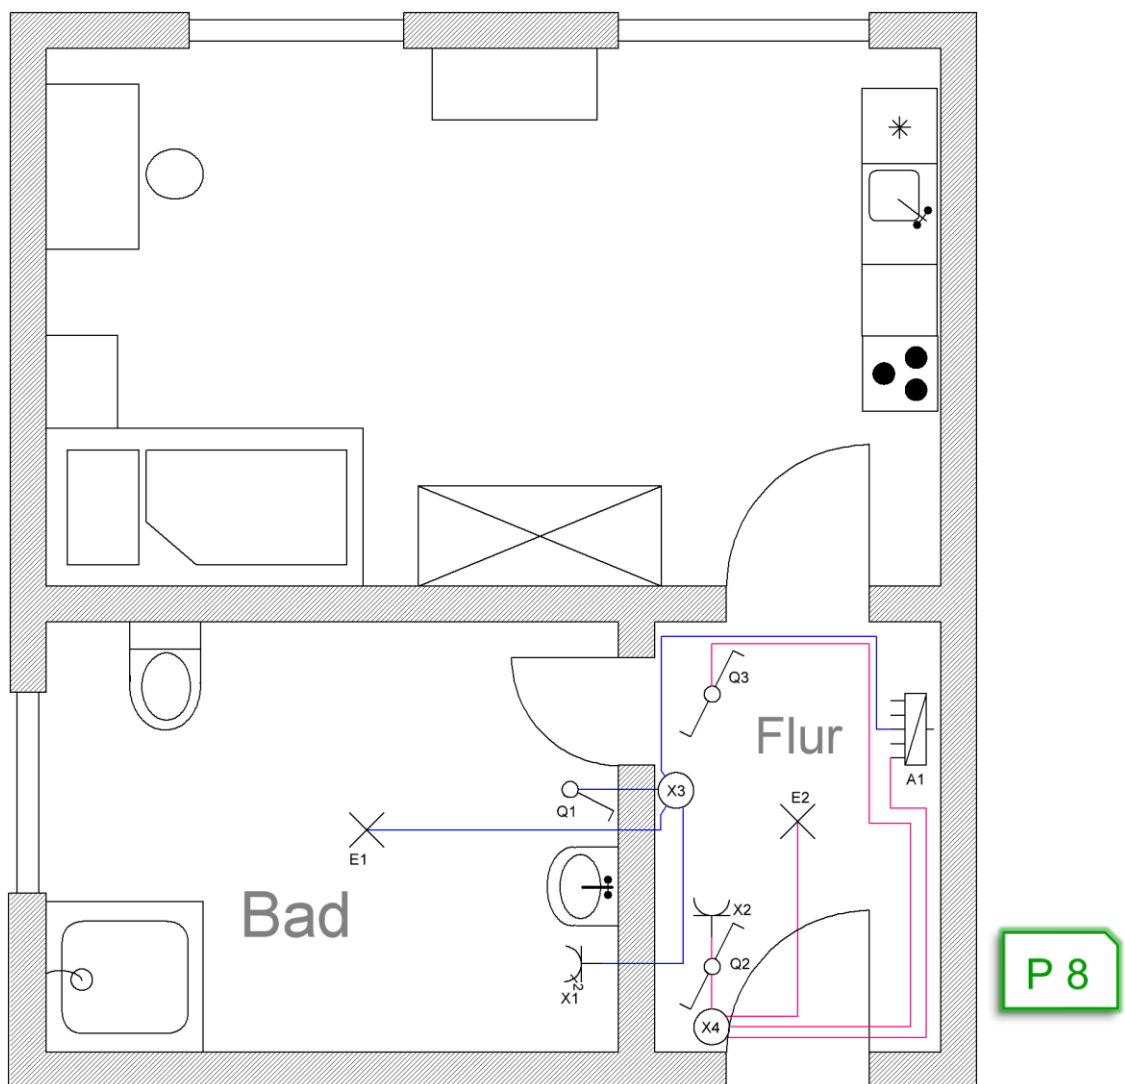
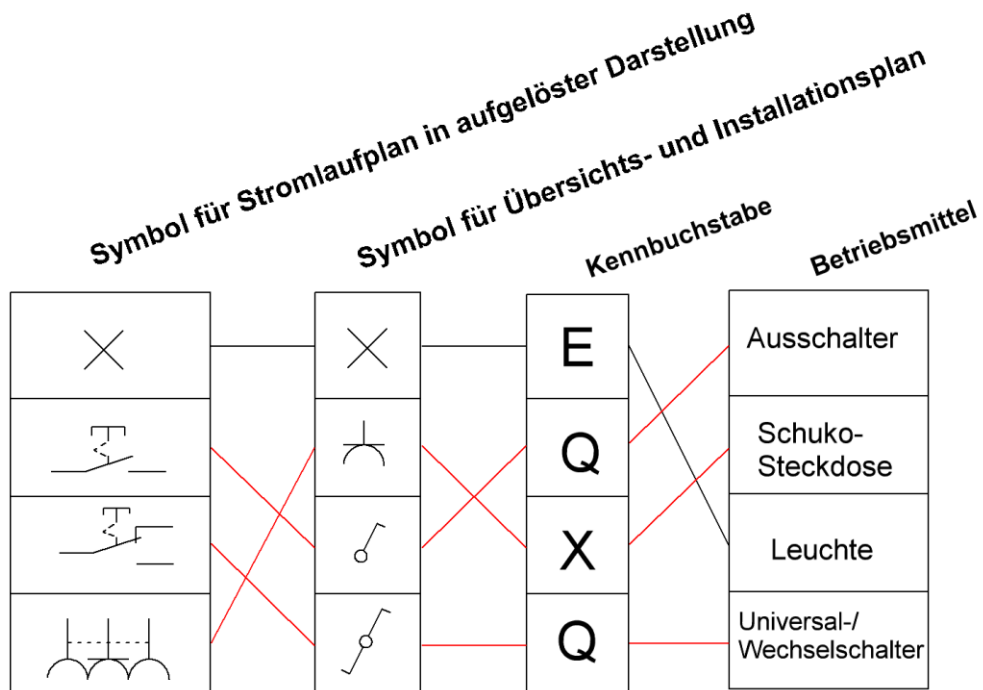
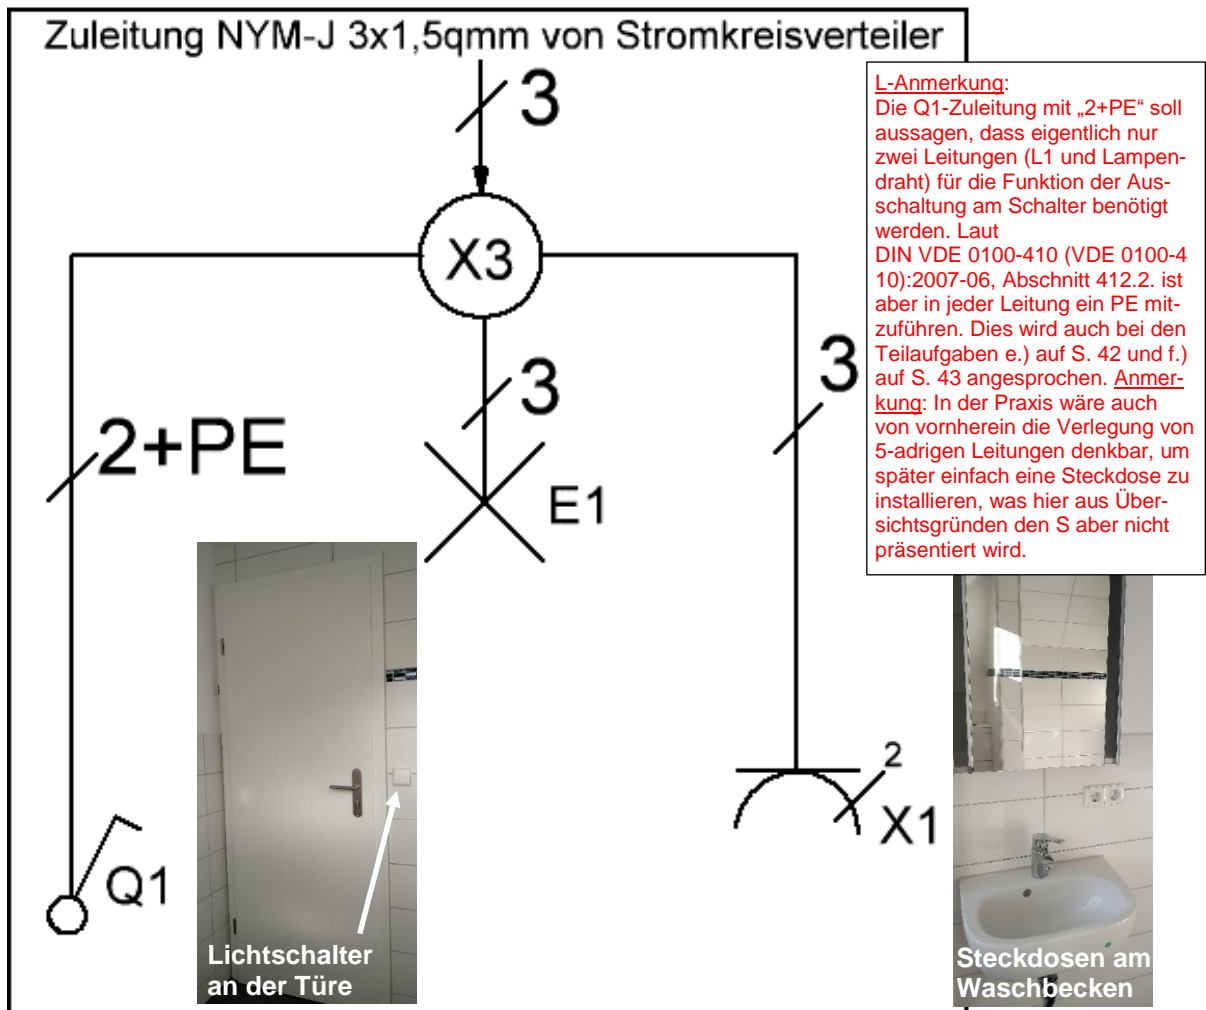

Abb. 13: Installationsschaltplan der Wohnung von Klaus
Abb. 14: Schaltsymbole, Kennbuchstaben und Bezeichnung von Betriebsmitteln
Abb. 15: Übersichtsschaltplan der Installationsschaltung im Bad
Herr Pfennig hat für die Wohnung von Klaus einen **Installationsschaltplan** von Bad und Flur mitgebracht. Dieser wird im Grundrissplan der Wohnung so dargestellt, wie die Elektroinstallation geplant ist (siehe Abb. 13).
- a.) Matthias hat sich den Installationsschaltplan in Abb. 13 inzwischen neugierig angeschaut. Er schlägt vor, zunächst einmal die wichtigsten Schaltsymbole im Bad zu ermitteln. Die anderen stimmen zu, da auch ihnen nicht alle Schaltsymbole auf Anhieb bekannt sind.
Verbinde die Symbole in Abb. 14, wie im Beispiel zu sehen, miteinander. Wenn Du nochmal schauen möchtest, wo die Symbole im Installationsschaltplan vorkommen, schau in Abb. 13 (S. 29) nach.
- b.) Ari hat in den Unterlagen von Herrn Pfennig einen weiteren Plan gefunden (siehe Abb. 15). Dieser sieht etwas anders aus, als der Installationsschaltplan, der im Grundrissplan in Abb. 13 (S. 29) eingetragen ist. Er fragt Herrn Pfennig, warum das so ist.
Herr Pfennig erklärt: „Die Darstellung der Installationsschaltungen im Grundrissplan kann etwas verwirrend sein, deshalb wird oft der **Übersichtsschaltplan** gewählt, wie in Abb. 15 zu sehen ist. Hier wird zwar auf den Grundriss verzichtet, es ist aber zu erkennen, wie die Leitungen zu verlegen sind. Bei der Planung trägt der Elektroniker die tatsächlich benötigten Aderzahlen in den Plan ein. Der Planer gibt dabei nicht an, welche Leitung verlegt werden soll, sondern nur wie viele Adern mindestens benötigt werden.“
- c.) Ari ist nun neugierig. Er möchte wissen für welchen Raum der Übersichtsschaltplan in Abb. 15 gilt?
Hilf Ari und vergleiche dazu Abb. 15 mit dem Grundrissplan in Abb. 13. Notiere dann den Raum. **Hinweis:** Als Hilfestellung sind im Übersichtsschaltplan in Abb. 15 Fotos eingefügt, welche zeigen, wie die Installation von Lichtschalter und Steckdose im fertigen Zustand aussehen könnte.
Herr Pfennig lobt euch für die bisher gut laufende Planung und sagt: „Wie ihr bei den Fotos im Übersichtsschaltplan in Abb. 15 sehen könnt, dürfen Schalter und Steckdosen nicht willkürlich angebracht werden. Es müssen Abstände und Höhen berücksichtigt werden. Die elektrischen Leitungen dürfen nur in bestimmten Zonen verlegt werden, den sogenannten „**Installationszonen**“. Jeder Installateur muss diese Bereiche exakt kennen, auch ihr!“
- g.) Übertrage die Leitungsverbindungen aus dem Übersichtsschaltplan in Abb. 15 (S. 31) in die von dir ausgeschnittene Wandansicht in Abb. 16. Beachte dabei unbedingt die Installationszonen.
- h.) Vergiss auch nicht, bei den einzelnen Leitungsabschnitten die Anzahl der verlegten Adern zu notieren. Genauso, wie du das im Übersichtsschaltplan in Abb. 15 (S. 31) sehen kannst.
Suche den Stromkreisverteiler in Abb. 13 (S. 29) und kreise ihn ein, wenn du ihn gefunden hast. Wozu wird er benötigt?
Derweil deutet Ellen auf den Installationsschaltplan in Abb. 13 (S. 29) und stellt fest, dass die Installationsschaltungen für Bad und Flur unterschiedlich sind.
- a.) Finde zunächst heraus wie die Lampenschaltung im Bad genannt wird, die im Installationsschaltplan in Abb. 13 (S. 29) bzw. im Übersichtsschaltplan in Abb. 15 (S. 31) eingezeichnet ist.